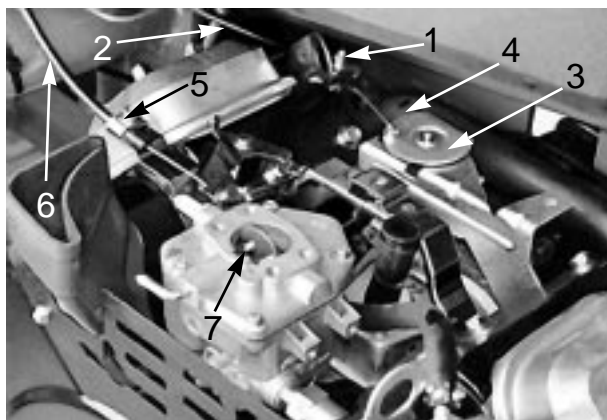

図 46
1. スロットル・ケーブルをエンジンに止めているクランプをゆるめる（図46）。
1. チョーク・ケーブルをエンジンに止めているクランプをゆるめる（図46）。
3. ケーブルをしっかりと引いて、チョーク・バタフライを完全に閉じ、クランプを締める（図46）。